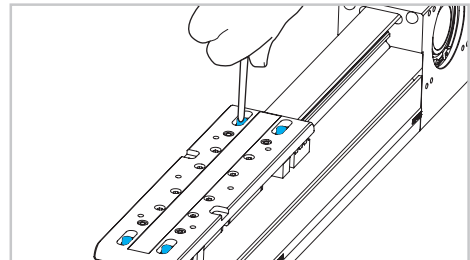
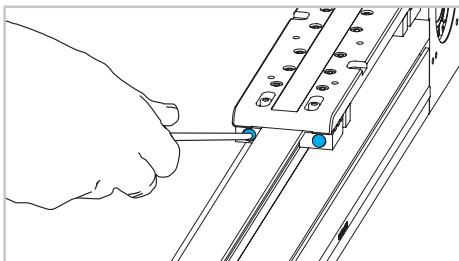
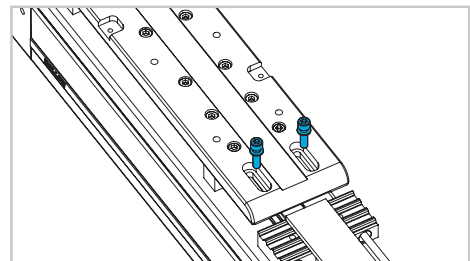
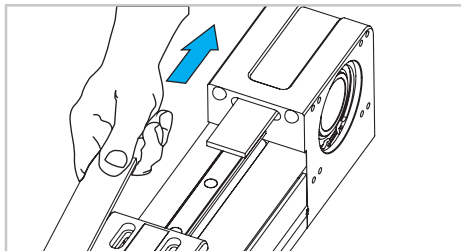

Abb. 4
Abb. 3
Abb. 5
Abb. 6
2) Entfernen Sie das Riemenspannelement und lösen Sie die senkrechten und waagerechten Schrauben am Laufwagen (Abb. 3 - Abb. 4 - Abb. 5)
- Entfernen Sie den Riemen auf beiden Seiten des Laufwagens und ziehen Sie diesen heraus. Zur Montage des neuen Zahnriemens führen sie die vorangegangenen Schritte in umgekehrter Reihenfolge aus (Abb. 5 und Abb. 6).